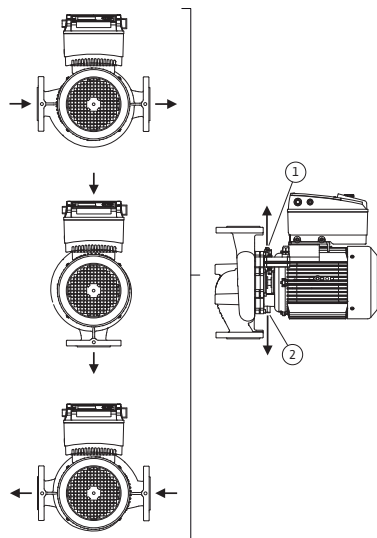

Fig. 18: Poziții de montaj admise la arborele motor dispus orizontal
Pozițiile de montaj admise la arborele motor dispus orizontal și la modulul electronic orientat în sus (0°) sunt reprezentate în Fig. 18. Nu sunt ilustrate pozițiile de montaj admise la modulul electronic montat în lateral (+/- 90°). Este permisă orice poziție de montaj cu excepția celei în care „modulul electronic este orientat în jos” (- 180°). Dezaerarea pompei este garantată numai atunci când supapa de dezaerare este orientată în sus (Fig. 18, poz. 1).
Nu numai în această poziție (0°), condensul rezultat poate fi evacuat orientat, prin orificiul existent, printr-o piesă intermediară a pompei, precum și prin motor (Fig. 18, poz. 2).
- Dacă arborele motorului este montat orizontal, poziția orificiului de condens trebuie să fie obligatoriu în jos (Fig. 18, Poz.2). La nevoie, motorul trebuie rotit corespunzător.